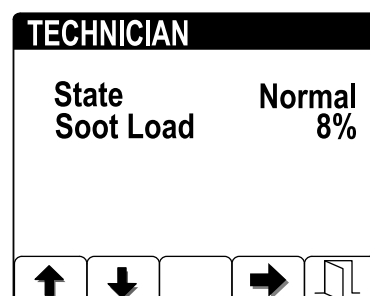

图9
- 检查 DPF 测量的碳烟负荷的百分比（图9）；请参阅碳烟负荷表。